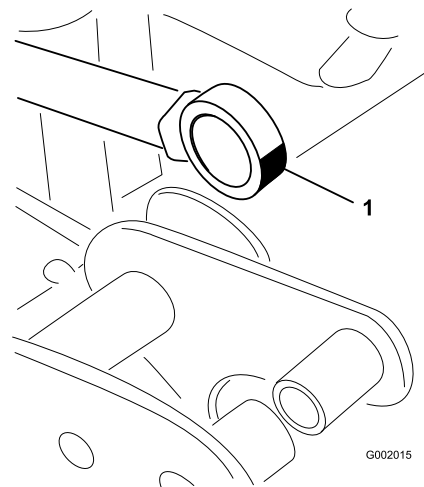

Bild 66
5. Drehen Sie das Stangenendenlager und schmieren Sie Schmiermittel in das Lager (Bild 66).